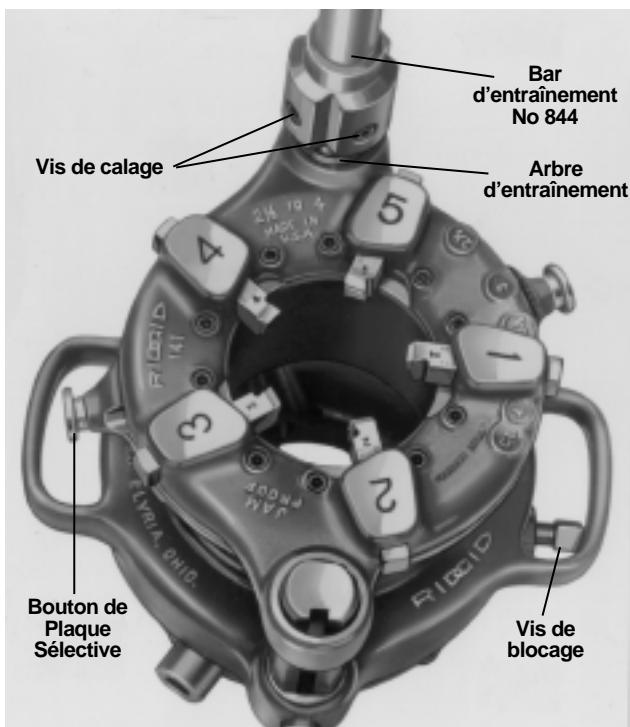

Figure 14 – Filière N° 141 avec barre d'entraînement N° 844 installée (Idem filière N° 161)
2. Posez la filière au sol ou sur un établi avec l'arbre d'entraînement vers le haut. Installez la barre d'entraînement N° 844 sur l'arbre d'entraînement de la filière et serrez les deux vis de calage (Figure 14).